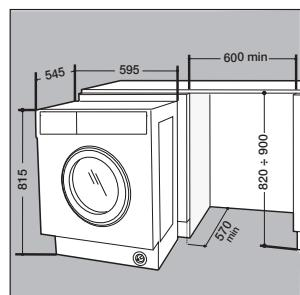

Abb. 6
- Schieben Sie die maschine in die Öffnung und passen Sie sie der Möbelfront an (Abb. 6).